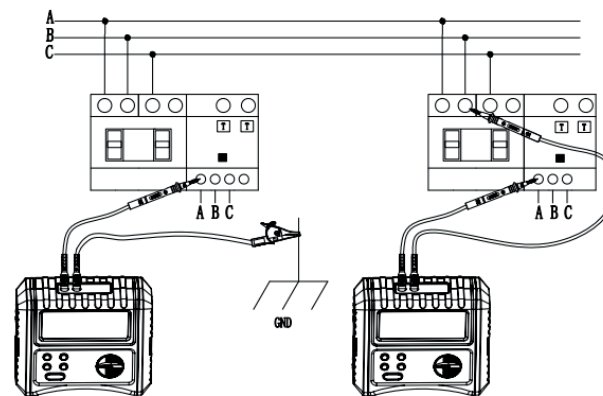

Рисунок 9.2
1. Один конец зелёного провода с крокодилом — в "E" на тестере, другой — на землю; один конец красного щупа — в "L", другой — к выходной клемме УЗО (A, B или C). Нажмите "TEST". (см. рисунок 9.2 слева).
2. Один конец зелёного щупа — в "E", другой — к клемме A, B или C; красный — в "L", второй конец — к выходной клемме B или C, A или C, и т.д. Нажмите "TEST". (см. рисунок 9.2 справа).